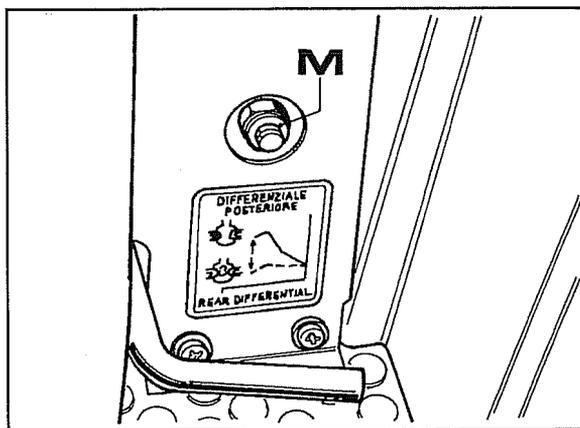

Fig. 1
- 1 Soulever les roues arrière, visser l'écrou de réglage des freins **M** fig.1 jusqu'au blocage de la roue correspondante, puis desserrer l'écrou d'un demi-tour en vérifiant que la roue tourne librement. Répéter l'opération pour l'autre roue.